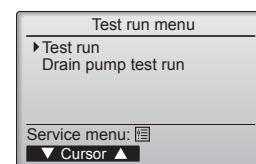

Fig. 7-2
- (2) Selecione "Test run" (Testar funcio.) no menu Teste de funcionamento e prima o botão [OK]. (Fig. 7-2)
- (3) A operação de teste de funcionamento é iniciada, sendo apresentado o ecrã da operação do Testar funcionamento.